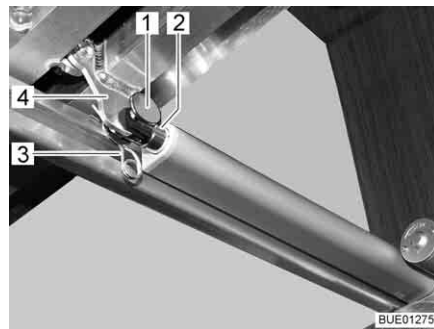

Fig. 112 Entraînement
- Désolidariser la jonction (par ex. la broche et la goupille ressort (Fig. 112,1 et 3)) entre la tige de poussée (Fig. 112,2) et le sommier à lattes (Fig. 112,4).